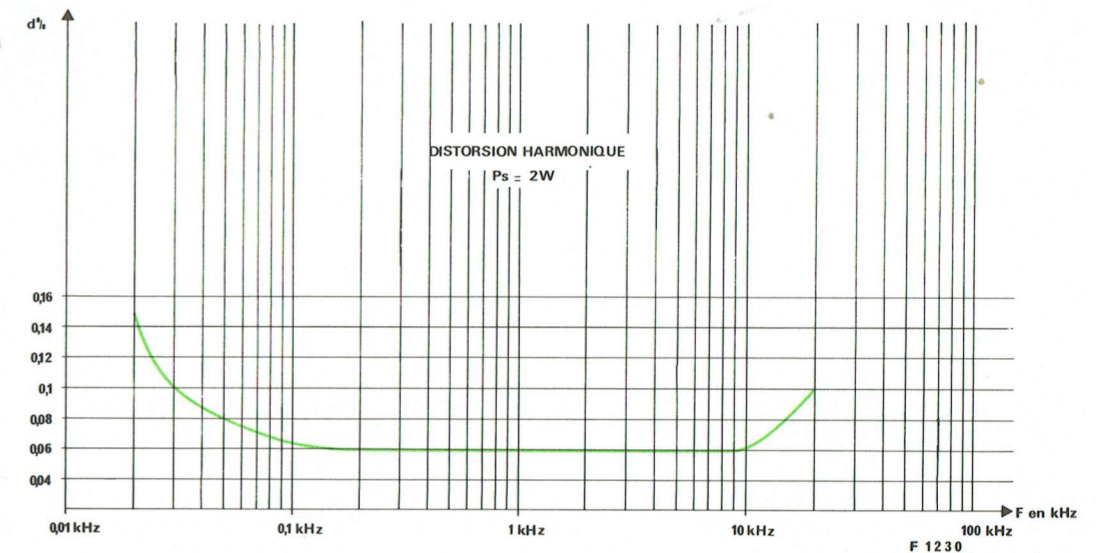

Fig. 7
- 1° Régler le niveau d'entrée pour obtenir  $V_s = 4 \text{ V}$  ce qui correspond à  $P_s = 2 \text{ W}$  et effectuer les mesures de distorsion entre 20 Hz et 20 kHz (Fig. 7).